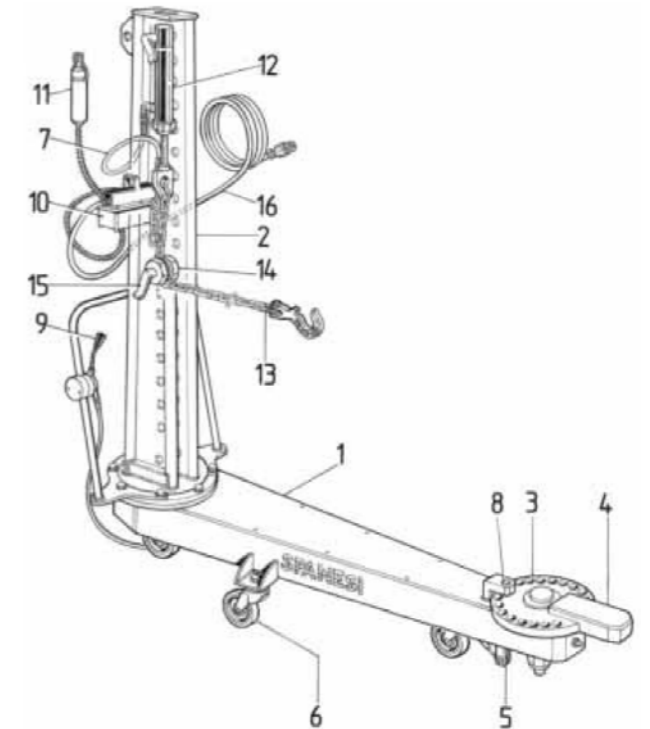

FIGURA 3: Braccio di tiro orientabile
Il sistema è costituito dal braccio di tiro orientabile attrezzato con una pompa di comando a bordo, dalle morsettiere per il fissaggio del veicolo e dalla catena di tiro. Il braccio di tiro orientabile (Figura 3) è costituito sostanzialmente da un montante (2), incernierato al corpo orizzontale ed orientabile nel piano.